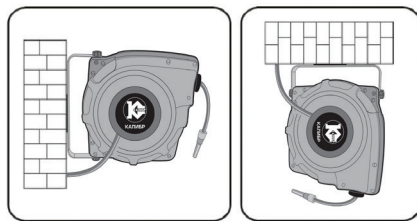

рис.2
- выбрать место (стена, продольная или поперечная балка, потолок) (рис.2), как можно ближе к системе водоподачи, для крепления скобы (рис.2 поз.1);